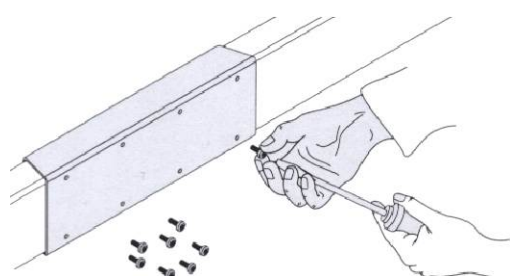

рис.10
- Закрепите соединительную деталь, закрутив прилагаемые винты как, как показано на рис. 10. Теперь привод готов.